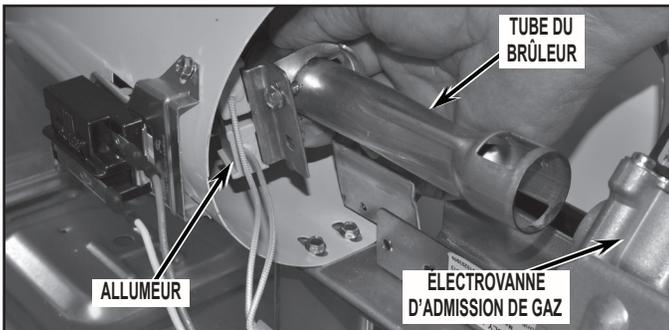

FIGURE 20
23. Faire glisser le tube du brûleur vers l'avant, suffisamment pour pouvoir accéder au gicleur. Veiller à ne pas heurter l'allumeur. Voir *Figure 20*.